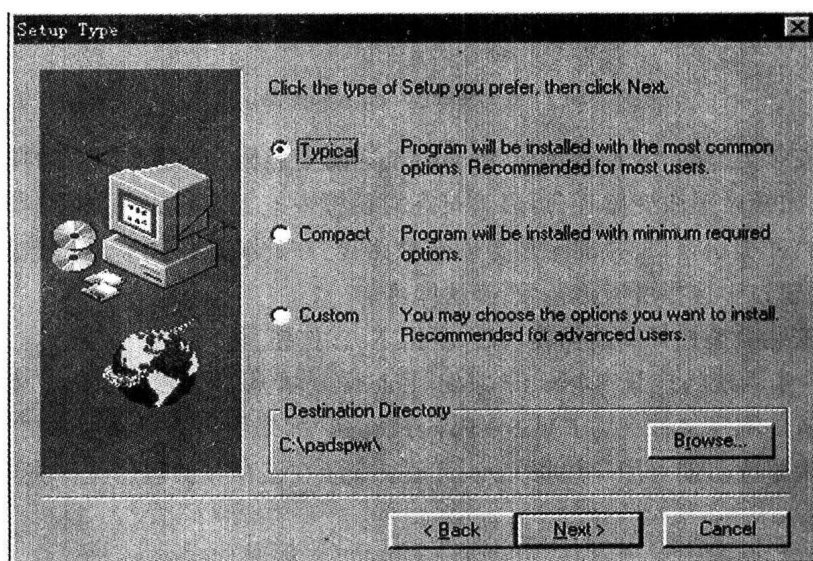

图 1-5 Setup Type 窗口
(3) 用户注册之后,系统将弹出如图 1-5 所示的 Setup Type(安装类型)窗口。在安装类型上用户可以有如下 3 种选择。